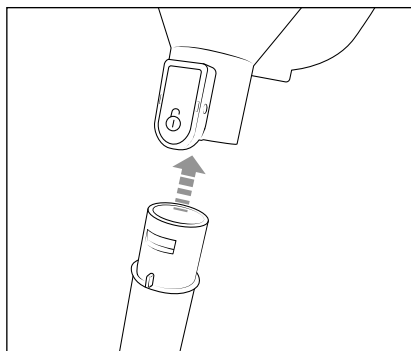

Fig. 1
- 1) Faites glisser le tube d'aspiration télescopique **16** sur l'orifice d'aspiration de l'appareil jusqu'à ce qu'il s'enclenche de manière audible (voir fig. 1). Veillez ce faisant à respecter la bonne position du verrouillage.